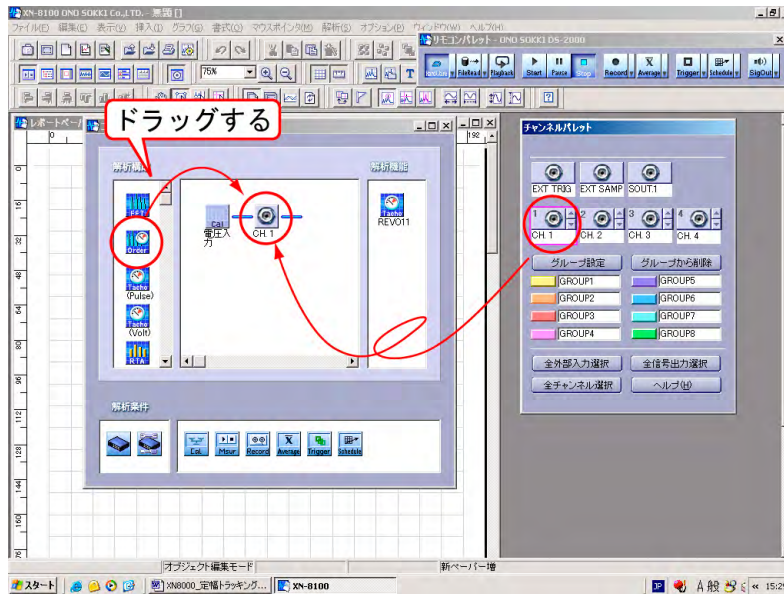
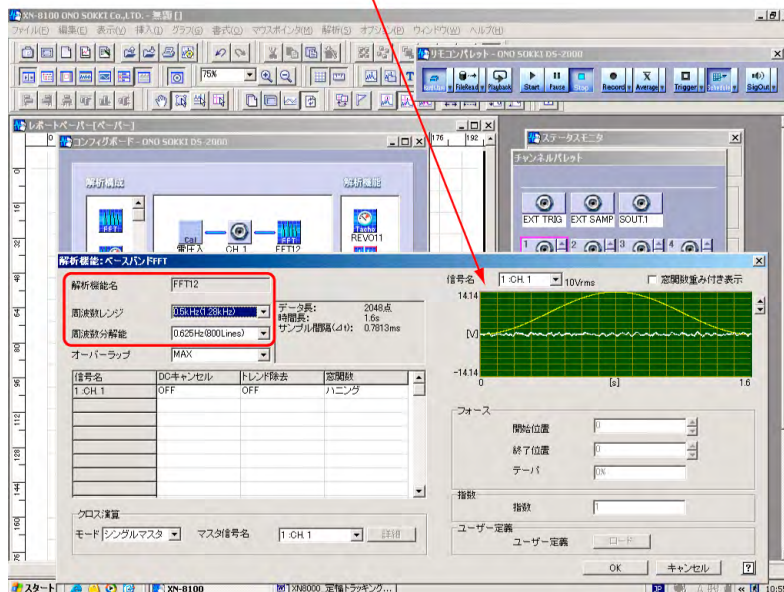

図 5
図 6
- ⑩ [回転信号 (パルス)] ダイアログの OK ボタンをクリックし、ダイアログを閉じます。トラッキングでは回転速度が正しく測定できることが重要なポイントです。
- ⑪ チャンネルパレットの【CH1 コネクタ】アイコンをクリックします。コンフィグボードに ch1 アイコンが表示されます (図 5)。
- ⑫ 【FFT】アイコンを CH1 に接続するようにドラッグします (図 5)。自動的に [ベースバンド FFT] ダイアログが開きます (図 6)。【FFT】アイコンを設定すると、自動的に内部サンプリングが設定されます。
上図 6 のモニター内には内部サンプリングされたデータ波形が表示されます。